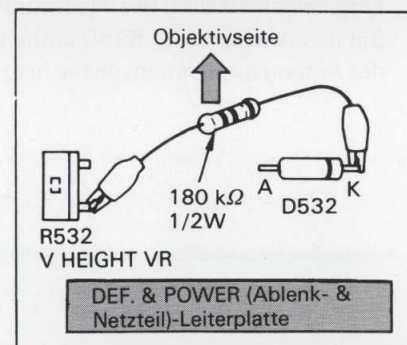

Fig. 3-7-2 Anschluß des R-Schalt drahtes
- (1) **R-Schalt draht** an beide Enden des **R533** auf der Ablenk- & Netzteil-Leiterplatte anschließen.
* Der in **Fig. 3-7-2** gezeigte Anschluß ist praktischer als das Kurzschließen des **R533**. Dabei ist der Betriebsschalter der Kamera auf **STANDBY** zu stellen.